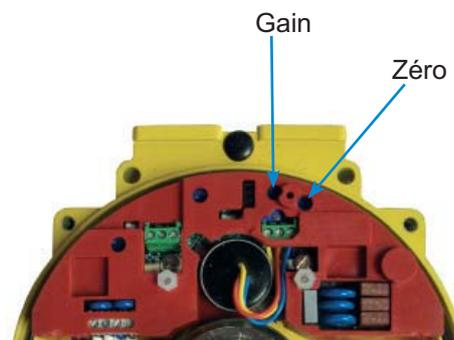

Figure 9
a) Piloter la position intermédiaire vers la position fin de course 0% (signal 4 mA, ou pot. en position mini). Régler le pot. du zéro (**Figure 9**) pour que la palette de l'actionneur commence à s'écarter de la position 0%.
b) Piloter la position intermédiaire vers la position fin de course 100% (signal 20 mA, ou pot. en position maxi). Régler le pot. du Gain (**Figure 9**) pour que la palette de l'actionneur vienne buter contre la position 100%.